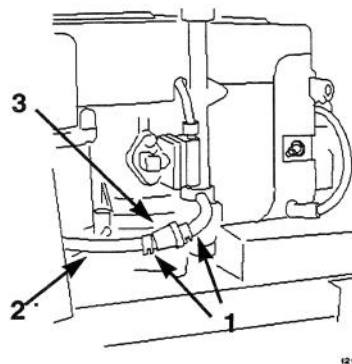

Figure 28
4. Pincer les extrémités du collier de serrage et les faire coulisser le long du flexible d'alimentation vers le réservoir (Fig. 28).
5. Séparer le tuyau de carburant du filtre (Fig. 28). Ouvrir le robinet d'arrêt de carburant et laisser l'essence s'écouler dans un bidon approprié.